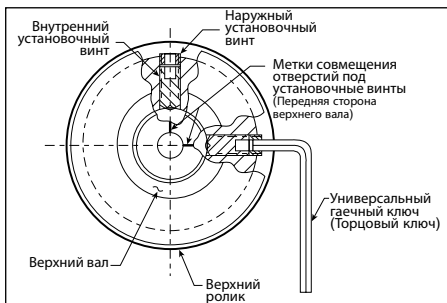

РИС. 8
15. Вставьте шестигранный ключ сквозь наружные установочные винты до упора во внутренние установочные винты, как показано на Рис. 8 выше. Выкрутите все внутренние установочные винты на два оборота.